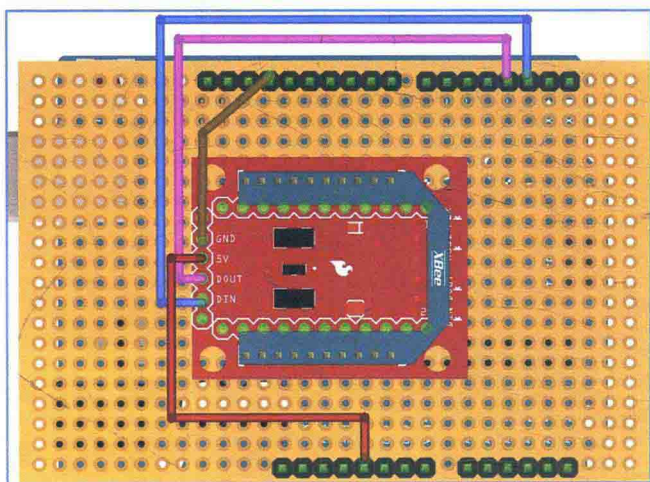

图 11.12 加入 XBee Explorer.
- b. 将 XBee Explorer 焊到板子上，使用电线将其引脚连接到对应的 Arduino 引脚。数据输出（见图 11.12 中的粉红色线）连接到 Arduino 的第 3 引脚，数据输入（蓝色）连接到第 2 引脚。电源（红）和地线（棕）连接到 Arduino 的对应引脚。